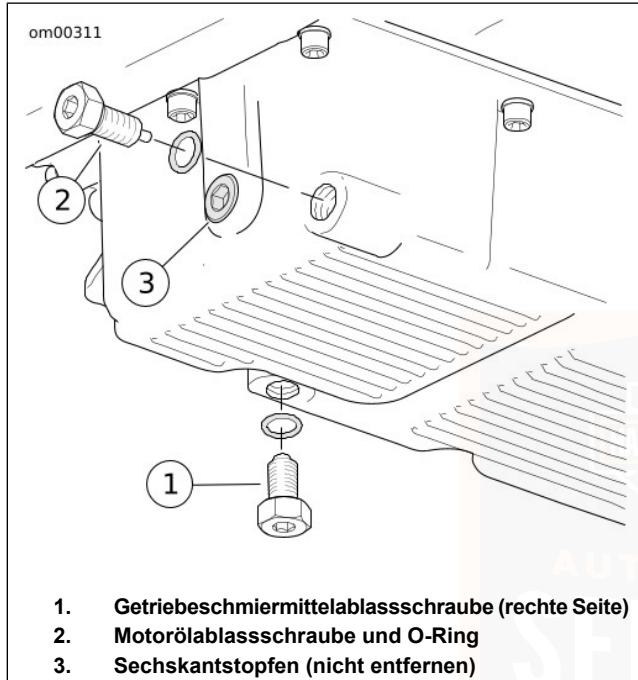

Abbildung 50. Ölwanne
3. Siehe Abbildung 50. Die Ölablassschraube (2) entfernen. Den Sechskantstopfen (3) oder Getriebeschmiermittelablassstopfen (1) nicht entfernen. Das Öl vollständig ablaufen lassen.